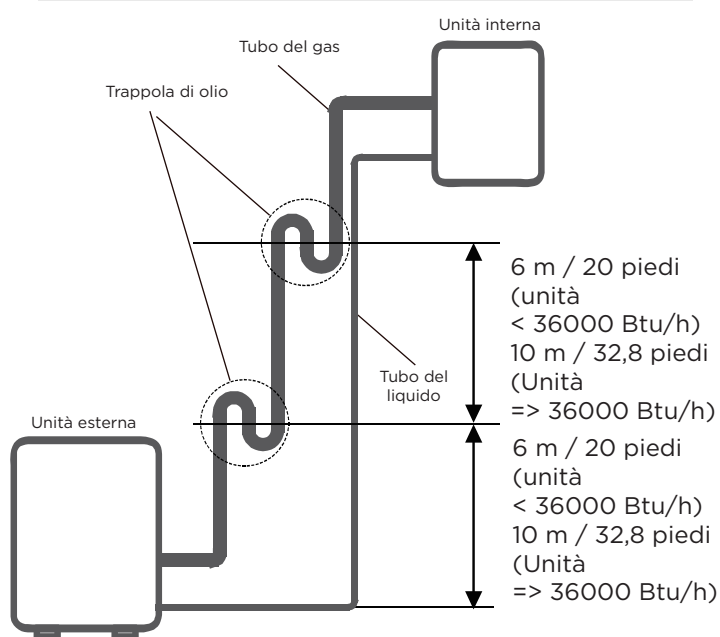

Fig. 7.2
- se l'olio rifluisce nel compressore dell'unità esterna, ciò potrebbe causare la compressione del liquido o il deterioramento del ritorno dell'olio. Le trappole di olio nel tubo del gas in aumento possono prevenire il problema. Una trappola di olio deve essere installata ogni 6 m (20 piedi) o 10 m (32,8 piedi) di riser verticale della linea di aspirazione. (Vedi Fig. 7.2)